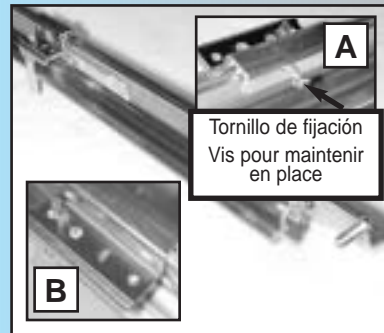

Fig. 1-19
- Ponga el interruptor limitador "CERRADO" sobre el tope del riel a unas 12 pulgadas de la banda de. **Fig. 1-19.**
- Placer la butée de fin de course sur FERMER (CLOSE) sur le dessus du rail à environ 30 cm de la bride de rail. **Fig. 1-19.**